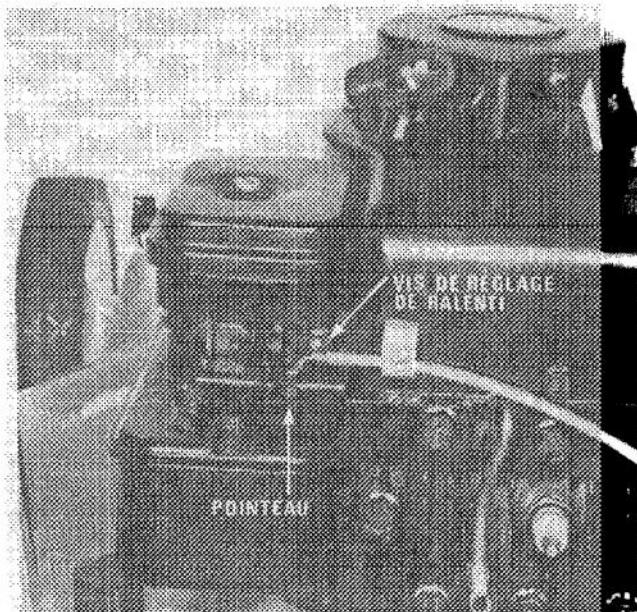

Figure 33
1. Pointeau (Fig. 33) — Fermez le pointeau en le vissant délicatement vers la droite.
4. Vissez le pointeau (Fig. 33) en le tournant vers la droite de 1/8 de tour à la fois, jusqu'à ce que le moteur commence à perdre de la vitesse. Accordez au moteur le temps de réagir après chaque 1/8 de tour.
5. Dévissez le pointeau (Fig. 33) de 1/8 de tour à la fois jusqu'à ce que le moteur commence à tourner irrégulièrement. Laissez le moteur réagir après chaque 1/8 de tour.
6. Vissez le pointeau (Fig. 33) — vers la droite— très lentement jusqu'à ce que le moteur se mette à tourner régulièrement. Ce réglage, effectué sans charge, peut être légèrement riche, mais le réglage un peu riche assurera le bon fonctionnement du moteur lorsque celui-ci sera sous charge.
7. Déplacez la commande d'accélérateur vers l'arrière pour faire tourner le moteur au ralenti. Ajustez la vis de réglage de ralenti (Fig. 33) jusqu'à ce que le régime du moteur soit de 1750 tr/mn.